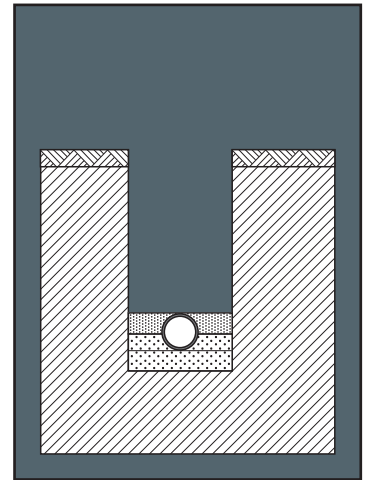

Abb. 6
b) Die Verfüllung bis zum Rohrscheitel wird mit den Füßen verdichtet (Abb. 6).